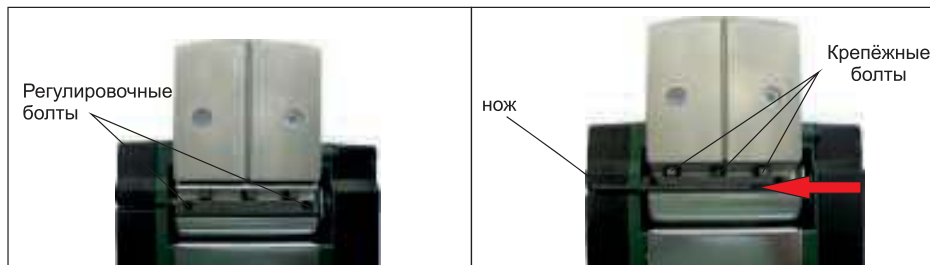

рис. 2
6.2 Для установки ножей сначала уберите все стружки или посторонние предметы, налипшие на барабан лезвия. Используйте лезвия тех же размеров и веса, в противном случае, возможна вибрация барабана, которая может вызвать плохое строгание или поломку инструмента. Установка ножей показана на рис. 2.